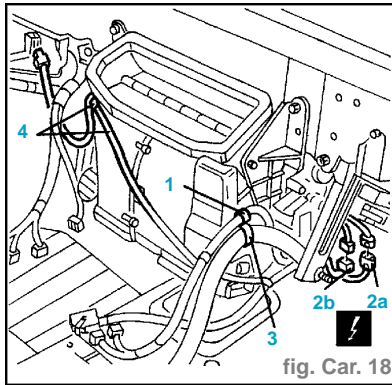

fig. Car. 18
- En opérant dans l'habitacle, ouvrir le faisceau de fixation du câblage au réchauffeur (1) (fig. Car. 18).